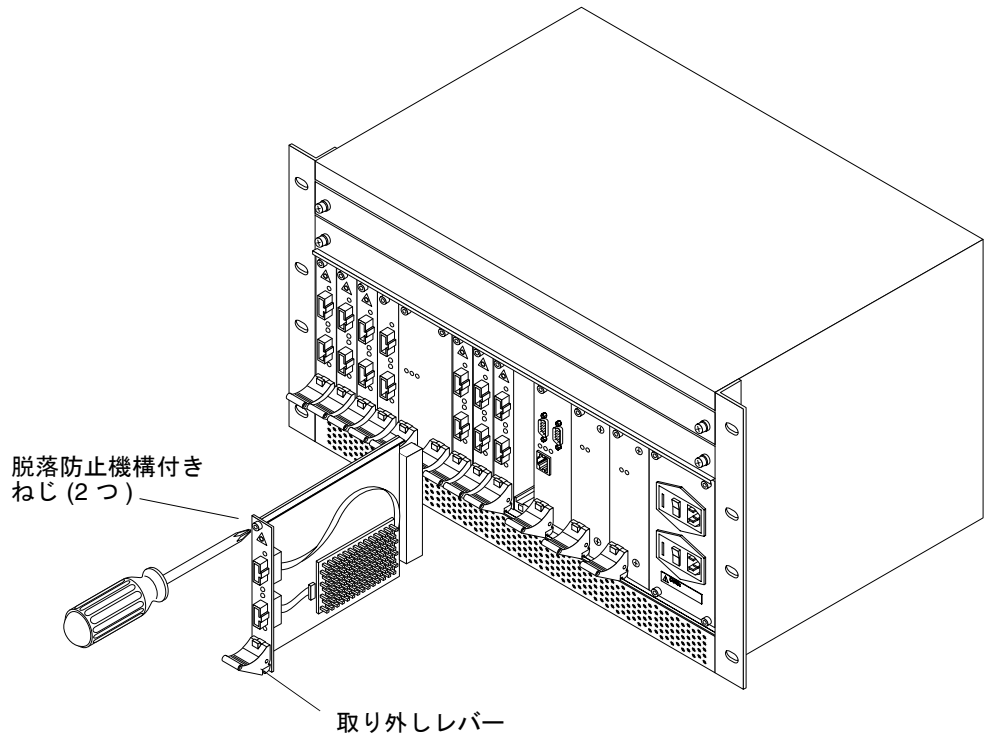

図 4-1 光モジュールの交換
3. モジュールの上部および下部にある、脱落防止機構付きねじを緩めます (図 4-1)。
3. 交換用モジュールの取り外しレバーの赤いロックボタンが押し下げられ、ロックが解除されていることを確認します (図 4-1)。